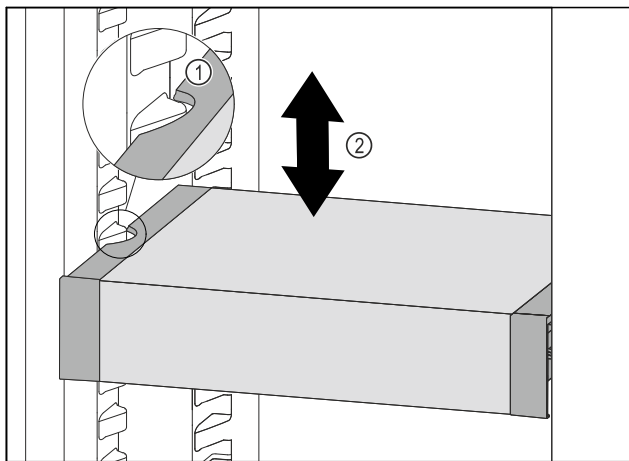

Fig. 118
- VarioSafe naar voren trekken tot de uitsparingen aan de zijkant van de VarioSafe zich ter hoogte van de rib in het koelgedeelte bevinden. Fig. 118 (1)
- VarioSafe in het koelgedeelte omhoog of omlaag bewegen tot de gewenste hoogte is bereikt. Fig. 118 (2)